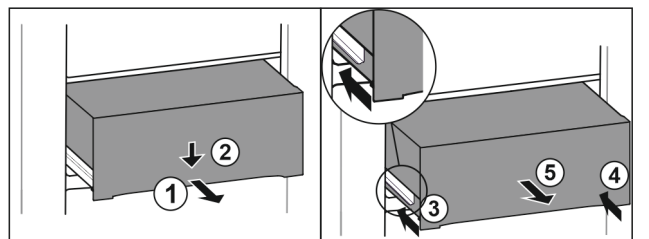

Fig. 91
- ▶ Витягніть ящик на половину. Fig. 91 (1)
- ▶ Спрямуйте висувний ящик вниз спереду. Fig. 91 (2)
- ▶ Вставте ліву рейку приблизно на 2 см. Fig. 91 (3)
- ▶ Вставте праву рейку приблизно на 2 см. Fig. 91 (4)
- ▶ Вийняти висувний ящик рухом вперед. Fig. 91 (5)